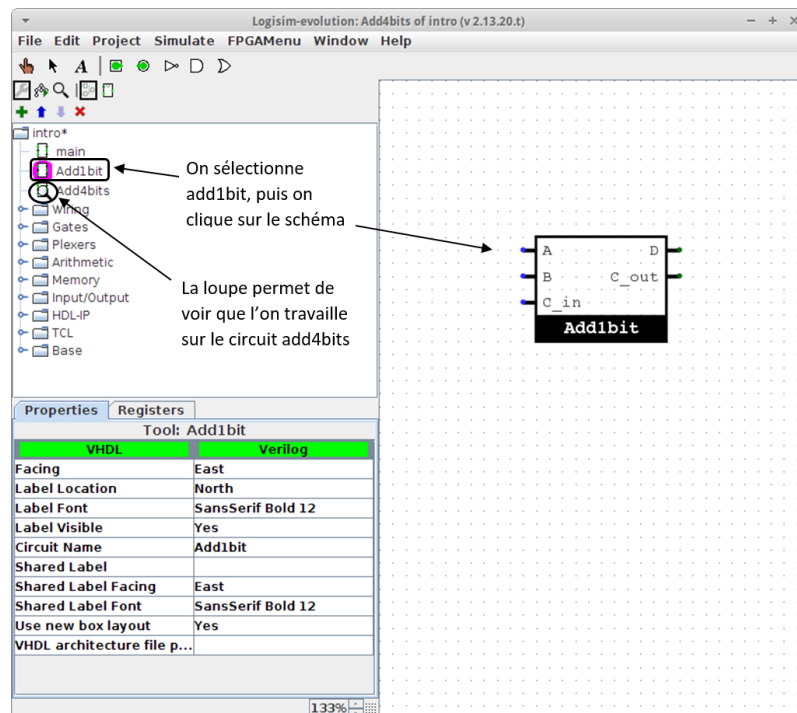

FIGURE 6. Sous circuit
- Il est alors possible d'ajouter un sous circuit `add1bit` de la même manière que l'utilisation d'un composant quelconque. On clique sur `Add1bit` dans le menu indiqué sur la Figure 6, puis on le place en cliquant sur le schéma.